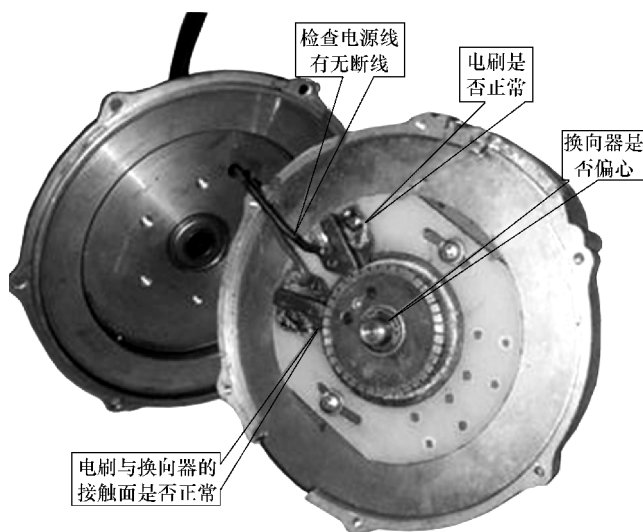

图 8-1 检测电动机故障而引起驱动无力部位
3) 当怀疑因电动机故障而引起驱动无力时，应按如图 8-1 所示方法检查：电动机电源线接线是否正确，有无断裂、松动及接触不良的现象；换向器是否偏心，电刷与换向器的接触面是否正常（换向器应占电刷截面积的 75% 以上），若否，则应进行调整；电刷与刷握的配置是否正确，电刷的弹力是否适当，位置是否正确，若弹力不够，位置不正确，则应予以调整。电动机绕组绝缘电阻是否合格，其绝缘电阻在冷态（即室温）和热态（75℃）时检测时均应达到合格值，反之，说明该电动机绝缘不良，需要更换。